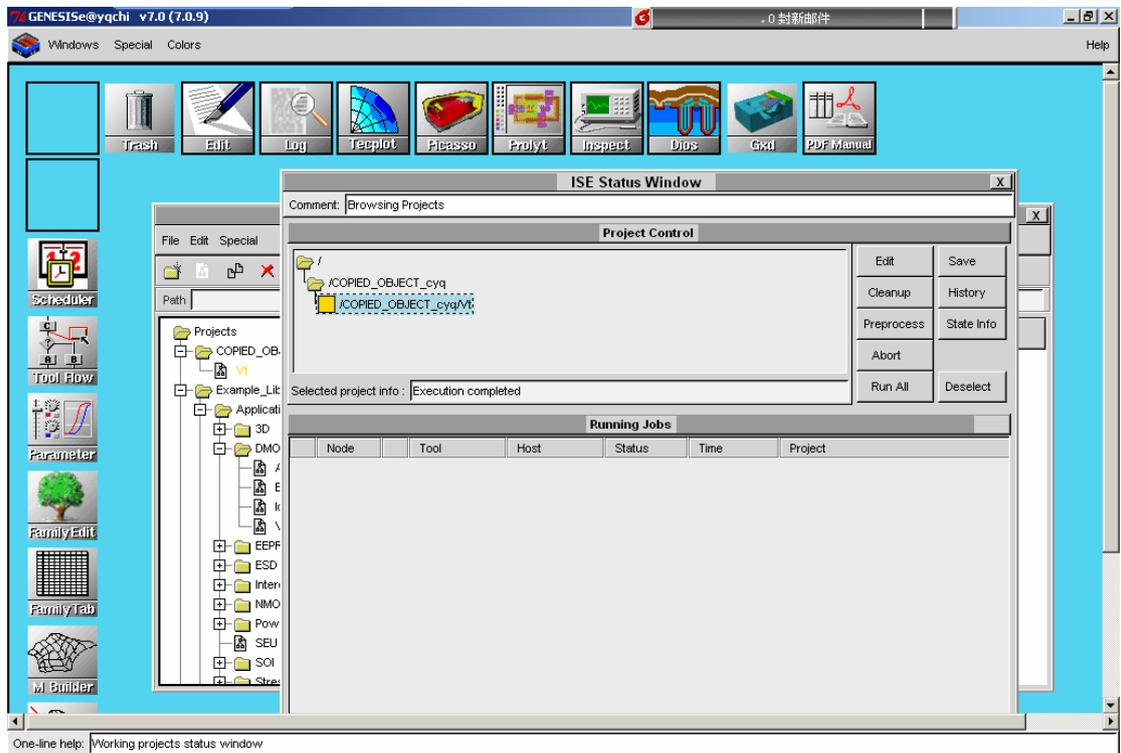

图 7 Status 窗口
5. 双击主窗口左边第二个图标“Status”，出现子窗口如图 7 所示。该窗口右边有 9 个按钮，其中“edit”配置器件结构的描述、模拟过程、结果显示等所有输入文件，“Run all”即开始模拟，“Abort”可以中断模拟。“Deselect”取消该工程的激活状态，等等。